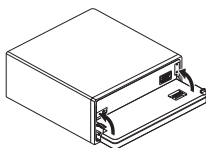

Fig. 12
3. Faites pivoter les crochets en position droite. (Fig. 12)